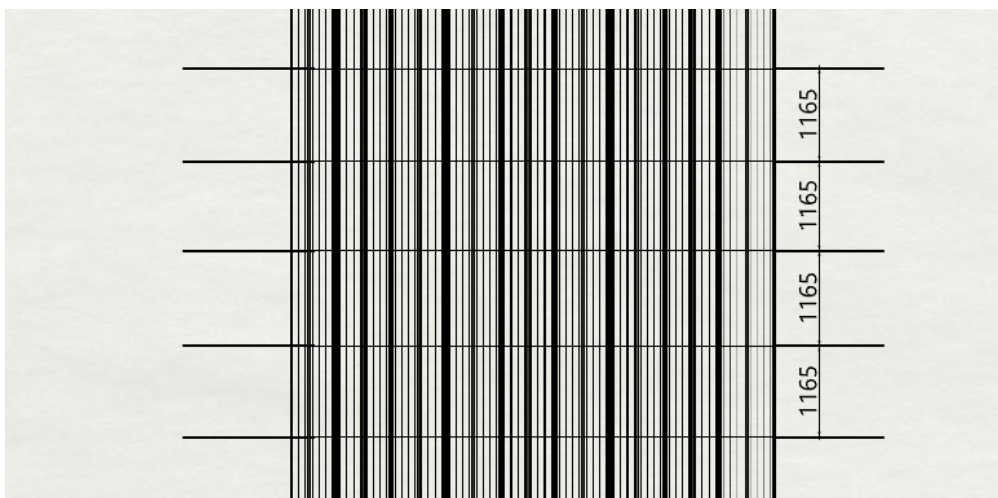

図 1
- まず、クランプの取り付け位置を決定し、次に、取り付けの基準線として墨出しします。各クランプの中心線の間の距離は $1165 \pm 2\text{mm}$ で墨出しと金属屋根の山は 90 度の角度になるように注意してください (図 1)。